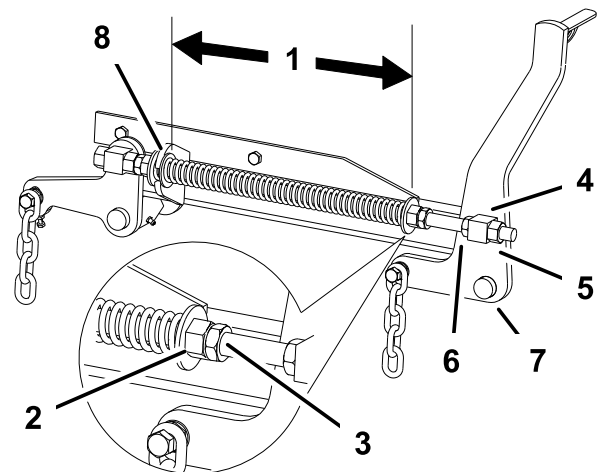

Figura 80
2. Verificate la distanza tra le due rondelle grandi, che deve essere di 29,2 cm (Figura 80).
3. Regolate questa distanza allentando il controdado per molla e girando il dado antistante ogni molla (Figura 80). Girate il dado in senso orario per accorciare la molla, o in senso antiorario per allungarla.
4. Bloccate il dado serrando il controdado della molla (Figura 80).